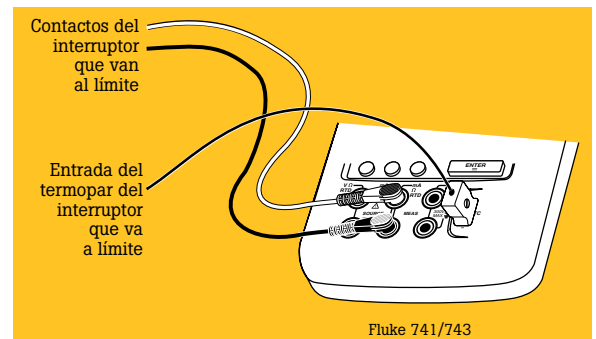

Figura 3. Conexión del DPC.
3. Conecte el DPC, según la figura 3.